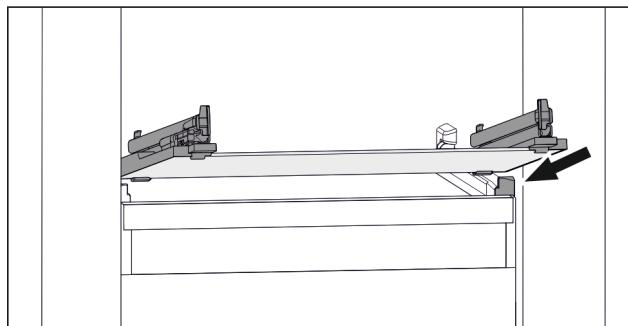

Fig. 77 Примерное отображение стеклянной пластины
- ▶ Наклоняя вниз, установите стеклянную пластину за стопоры. (см. Fig. 77)